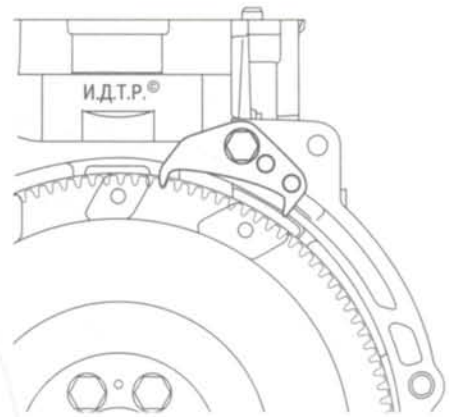

Рис. 5.14. Фиксация маховика
2. Зафиксируйте маховик от проворачивания специальным приспособлением (рис. 5.14).